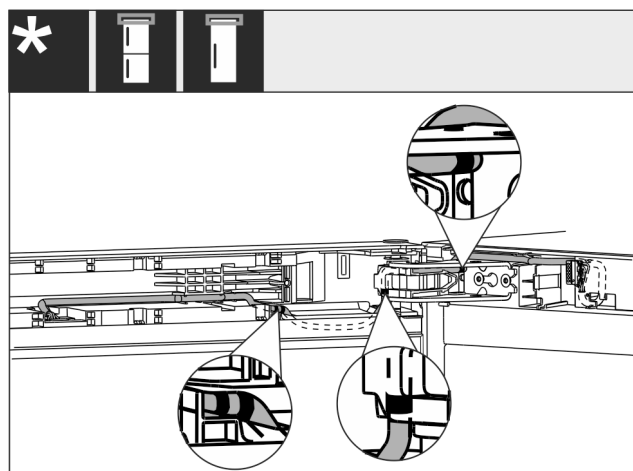

Fig. 61
- Pokládka kabelu je zobrazena na obrázku Fig. 61 (1).